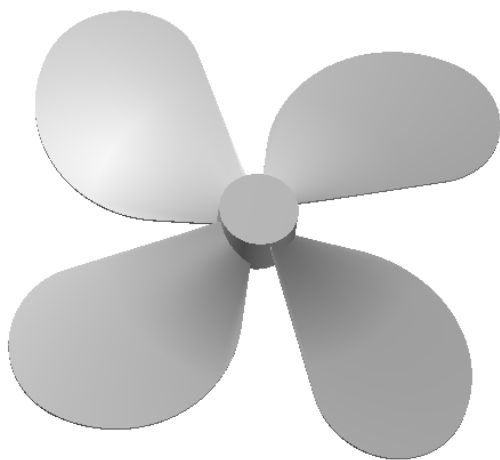

图 6-157 电风扇模型
4. 绘制一个如图 6-157 所示的电风扇模型, 尺寸由读者自行定义。